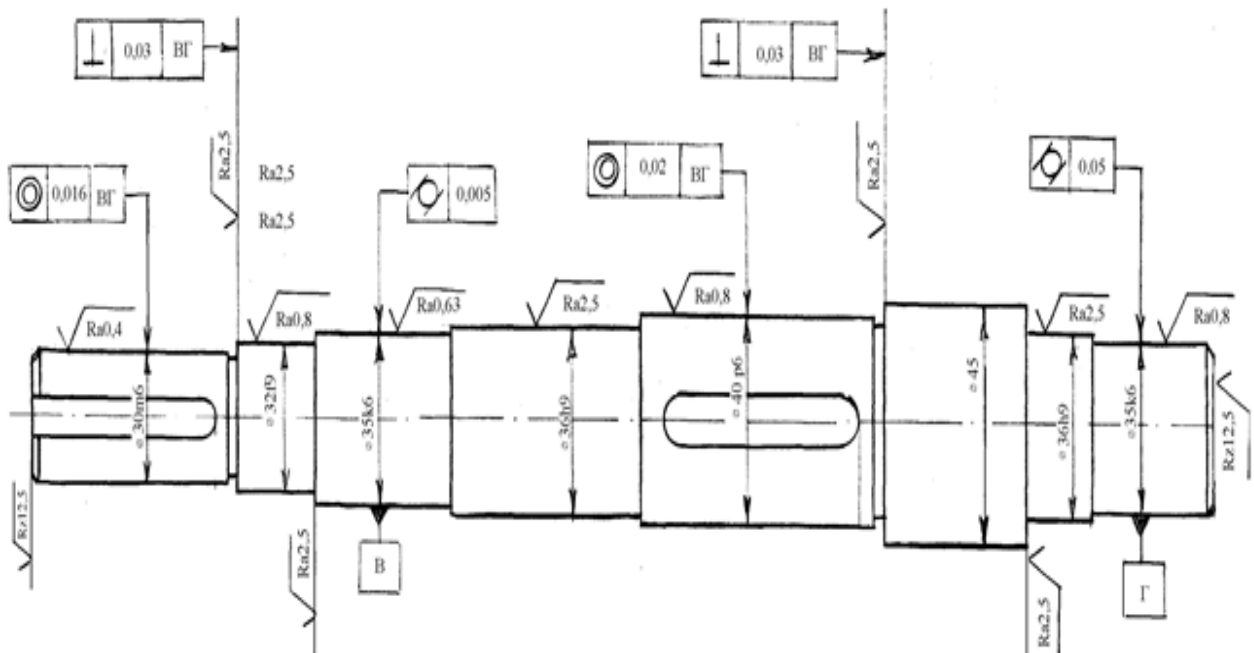

Рисунок 3. Нанесение норм шероховатости, формы и расположения
3. Нанесим обозначения норм шероховатости, формы и расположения на чертеже (рис.3)